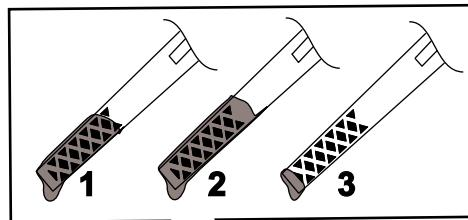

Figure 6
3. Versez **lentement** l'huile par l'orifice de remplissage, attendez quelques minutes puis vérifiez le niveau d'huile sur la jauge, en l'essuyant sur un chiffon propre et en l'insérant dans l'orifice, **mais sans visser** le bouchon (Figure 6).
2. Retirez la jauge (Figure 6).
Remarque: Versez de l'huile dans le carter moteur jusqu'à ce que la jauge indique le niveau correct, comme illustré à la Figure 6. Si vous remplissez excessivement le carter moteur, vidangez l'excédent d'huile comme expliqué à la section Vidange et remplacement de l'huile moteur.